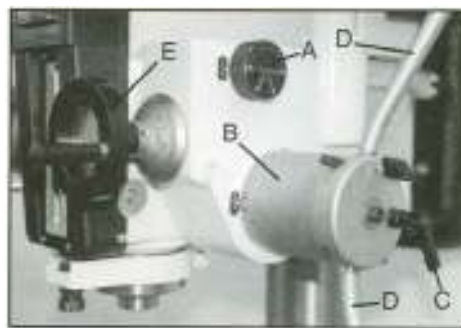

Рис.13
Для просверливания нескольких отверстий одной заранее заданной глубины используйте ограничитель глубины (C, Рис.13).
Ослабьте рукоятку (C, Рис.13) поверните шкалу (B, Рис.13) на необходимую величину глубины сверления и снова затяните рукоятку.
Точное перемещение пиноли шпинделя можно осуществлять поворотом рукоятки (E, Рис.13), при этом рукоятки (D, Рис.13) должны быть в отогнутом положении.
При ручном перемещении пиноли переключатель (A, Рис.13) должен находиться в нейтральном положении (автоподача «0»).
Выберите необходимую величину оборотной подачи переключателем (A, Рис.13).
Включите подачу, отогнув рукоятки подачи (D, Рис.13).
Если автоматическая подача не используется, отключите блок поворотом рукоятки (A, Рис.13).
- Винт перемещения ось X (C, Рис. 13)